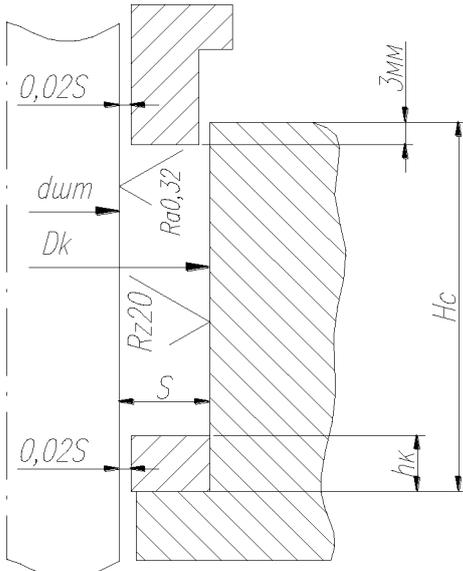

Рис. 2
- 3.6.6. Зазоры между штоком, грундбуксой и кольцом сальника, чистота поверхности штока в зоне контакта с набивкой должны соответствовать величинам, указанным на Рис. 2.